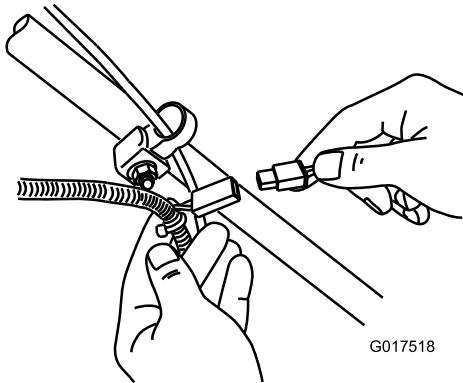

Figura 34
1. Conecte el cargador al arnés de cables situado debajo de la llave de contacto (Figura 34).